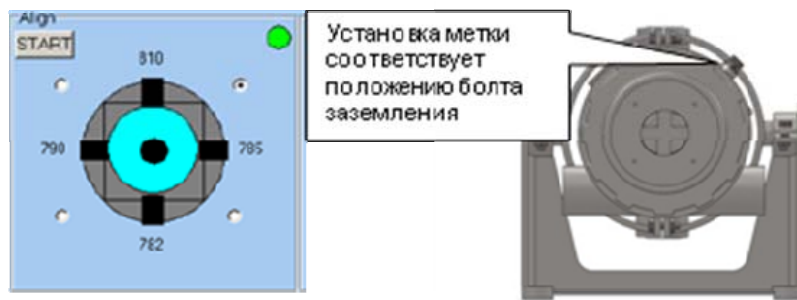

Рисунок 2 – Метки положения болта заземления на корпусе, если оператор находится сзади приемника.
- Для правильного поведения программы необходимо указать положение корпуса приемника относительно оператора. Для этого, на панели юстировки имеются четыре метки положения болта заземления на корпусе, если оператор находится сзади приемника (Рисунок 2).